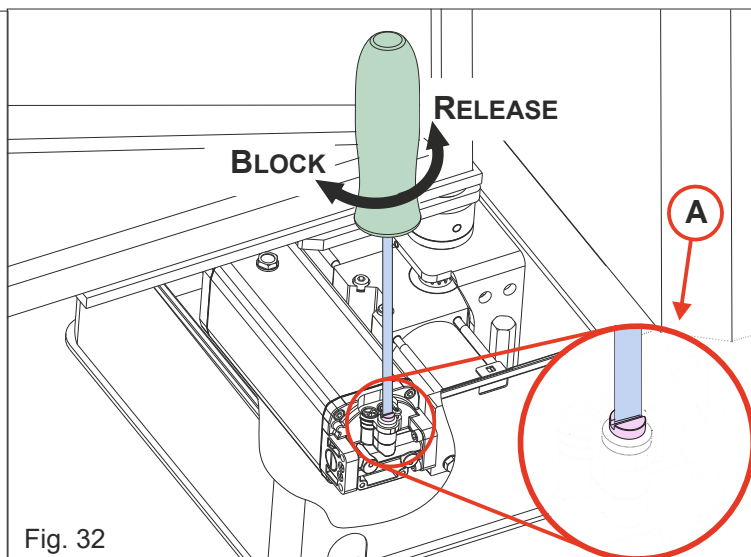

Fig. 32
DE AANDRIJVING IS UITGERUST MET EEN INTERN ONTGRENDELINGSSYSTEEM, DAT TOEGANKELIJK IS DOOR HET DEKSEL VAN DE KAST OP TE LICHTEN EN MET EEN SCHROEVENDRAAIER OP SCHROEF "A" TE DRUKKEN (FIG. 32).
- 9.1. OM LOS TE MAKEN:** Draai met een schroevendraaier de ontgrendelingsschroef "A" ongeveer 180° naar links, zoals getoond in Fig. 32.
- 9.2. TE VERGRENDELEN:** Draai met een schroevendraaier de ontgrendelingsschroef "A" met de klok mee tot de aanslag, zoals getoond in Fig. 32.